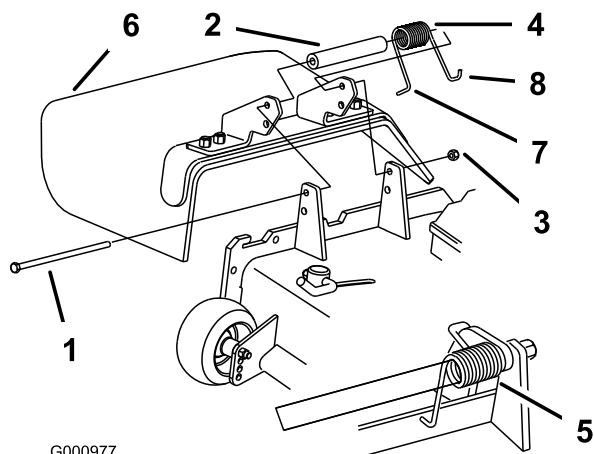

Figura 36
1. Retire la contratuerca, el perno, el muelle y el espaciador que sujetan el deflector a los soportes de pivotaje (Figura 36). Retire el deflector de hierba dañado o desgastado.
Nota: Asegúrese de colocar el extremo en **L** del muelle detrás del reborde de la carcasa antes de instalar el perno, según se muestra en Figura 36.
3. Instale el perno y la tuerca. Coloque el extremo en **J** del muelle alrededor del deflector de hierba (Figura 36).